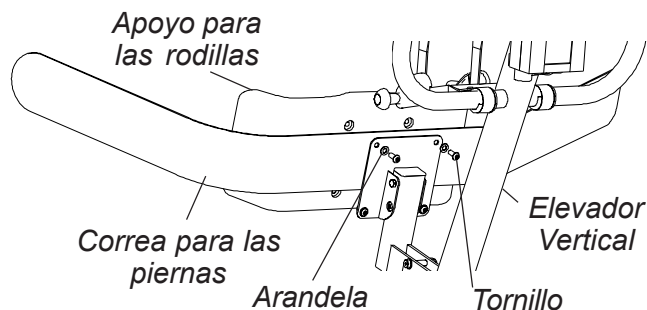

FIGURA 4 - SUSTITUCIÓN DE LA CORREA OPCIONAL PARA LAS PIERNAS
SUSTITUCIÓN DE LA CORREA OPCIONAL PARA LAS PIERNAS (FIGURA 4)
1. Retirar los dos (2) tornillos y tuercas SUPERIORES que fijan el apoyo de las rodillas y la correa para las piernas existente al Elevador Vertical.
2. Aflojar los dos (2) tornillos y tuercas INFERIORES que fijan el apoyo de las rodillas y la correa para las piernas existente al Elevador Vertical.
4. Colocar la nueva correa para las piernas entre los cuatro (4) agujeros previstos, tal como se muestra en la FIGURA 4.